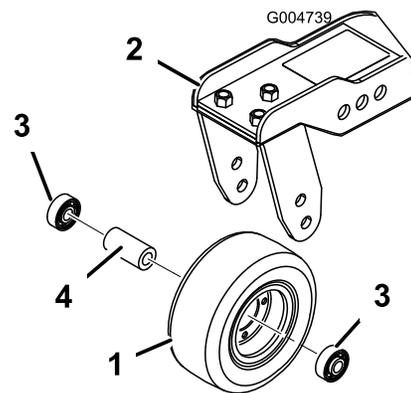
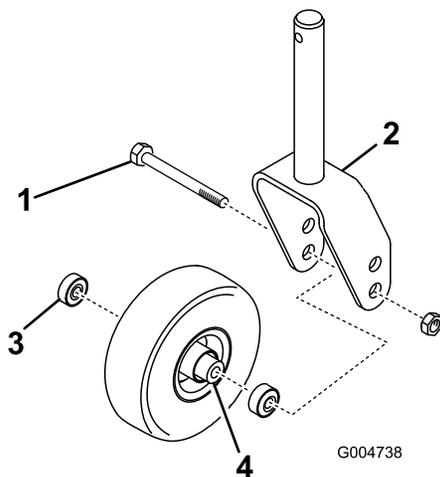

Figura 82
Figura 81
2. Retire el cojinete de la rueda y deje que se caiga el suplemento del cojinete (Figura 81 y Figura 82). Retire el cojinete del otro lado de la rueda.
1. Retire la contratuerca del perno que sujeta el ensamble de la rueda giratoria entre la horquilla (Figura 81) o el brazo de pivote (Figura 82). Sujete la rueda giratoria y retire el perno de la horquilla o del brazo de pivote.